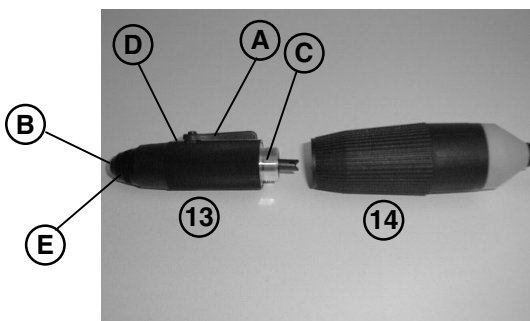
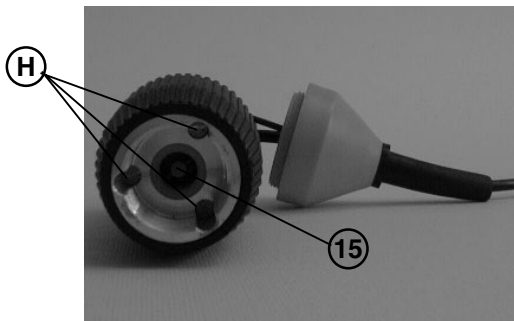

Fig. 3
Fig. 5
- ne pas utiliser l'appareil sans avoir préalablement raccordé la pédale (2) au connecteur (3) positionné derrière l'appareil (seulement pour les modèles de table);
- ne pas introduire d'huile dans la pièce à main du côté pince (pièce B visible sur la fig. 3);
La première opération à effectuer, pour une question de sécurité l'appareil doit être isolé électriquement, est l'introduction de l'outil avec lequel on veut travailler dans la pièce à main. Il faut tout d'abord tourner le levier (A - Fig. 3) de 90°, indifféremment à droite ou à gauche, en introduisant l'outil dans la pince de fermeture (B). Reporter le levier (A) dans la position d'origine pour serrer l'outil.
- souffler de l'air comprimé à travers la pince au point (B), de préférence avec la pince ouverte (c'est-à-dire en tournant de 90° le levier A), (voir Fig. 3)
- lubrifier la pièce à main une fois par mois, en enlevant uniquement la vis (D) et en faisant tomber une goutte d'huile dans le trou fileté. Ne jamais introduire d'huile à travers la pince (point B - Fig. 3).
Se reporter à la Fig. 3:
Quand on remplace la pièce à main (13), en la vissant sur le micromoteur (14), faire très attention que les ailettes d'assemblage de l'arbre (C) de la pièce à main (voir fig. 3) entrent dans leurs logements sans forcer, sinon elles pourraient se casser ou abîmer le joint sur le moteur (15 de Fig. 5).
- dévisser les trois vis (H) visibles sur la fig. 5;